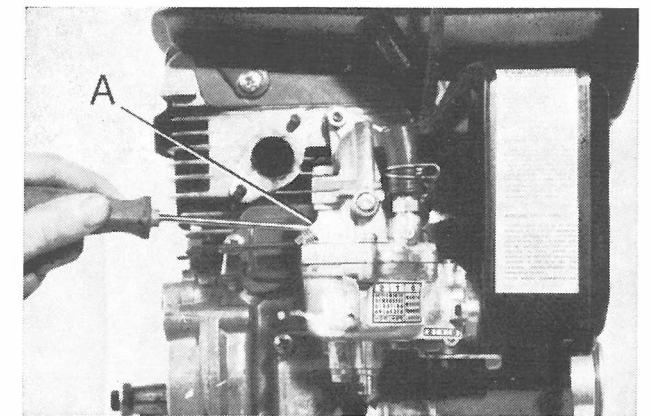
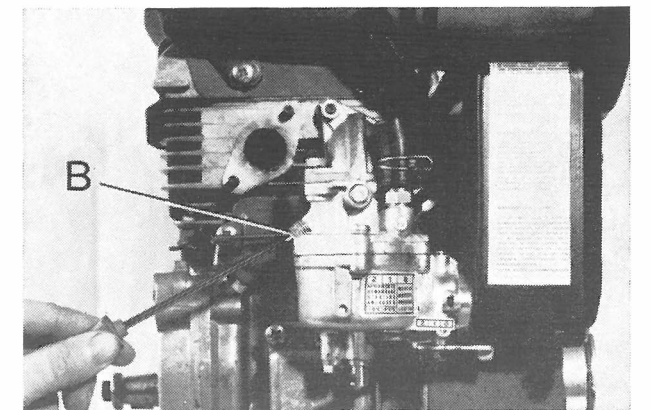

Fig. 94
Fig. 95
Amener le régime à: $1.000 \div 1.100$ t/1', en agissant sur la vis de réglage A (Fig. 94) et en réglant en même temps le mélange avec la vis B sur la courbe (Fig. 95).
Above setting is carried out through adjustment of throttle valve set screw A (Fig. 94) and idle mixture screw B (Fig. 95).
indem man auf die Einstellschraube (A) einwirkt. Gleichzeitig muss man das Gemisch mittels der Leerlaufgemischregulierschraube (B) am Ansaugkrümmer einstellen (Abb. 94, 95).
After accelerating the engine a few times, idle speed must remain constant, otherwise repeat adjustment of screw A (Fig. 94) and B (Fig. 95).
If engine sluggishly picks-up speed, lightly enrichen the mixture by turning screw B (Fig. 95) out a little.